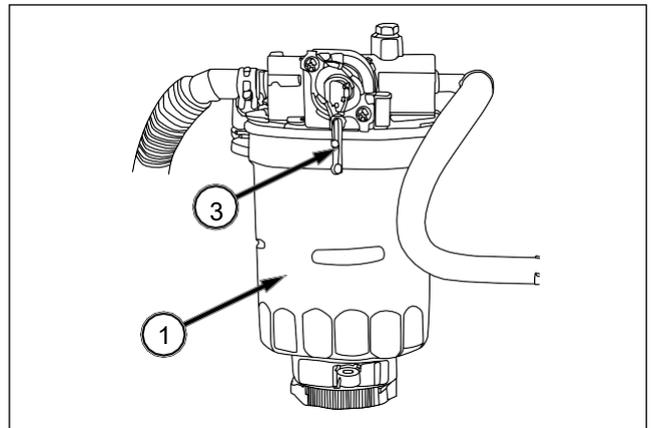

FIG. 216
FIG. 216 y 217: El filtro de carburante (1) está situado a la derecha del motor. El prefiltro (2) se encuentra a la derecha, a la altura del estribo.